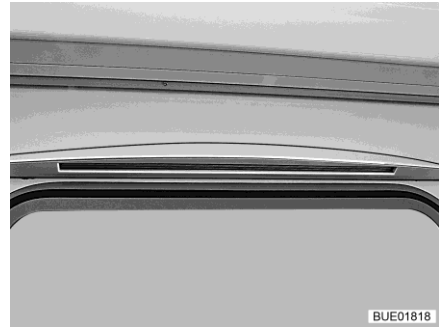

Bild 67 Vorzeltleuchte (nicht bei Ausstattung mit Markise)
- Beleuchtung Vorzelt (Bild 67) (teilweise Sonderausstattung) (nicht bei Ausstattung mit Markise)